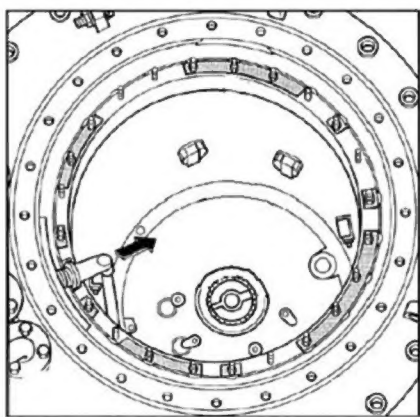

图 17
(5) 取下吸油管, 从里面拉出插入头部法兰的连接弯管(图 17), 注意不要损坏弯管上的 O 形密封圈。